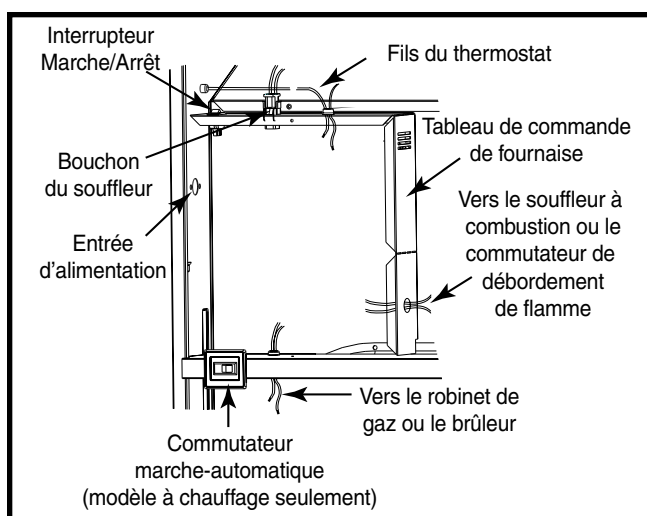

Figure 24. Panneau de commande (tous les modèles)
2. Passez les fils (115 V c.a.) à travers le dispositif de traction sur le côté gauche de la boîte de commande de la fournaise. Consultez la Figure 24.